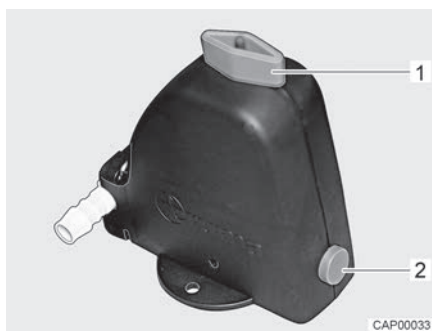
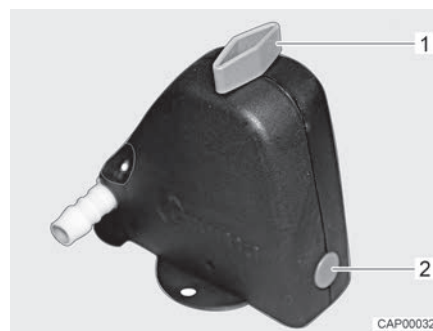

Bild 139 Säkerhets-/avtappningsventil öppen
Bild 140 Säkerhets-/avtappningsventil stängd
- Stäng säkerhets-/avtappningsventilen. Ställ vredet (Bild 139,1) diagonalt mot säkerhets-/avtappningsventilen och tryck in tryckknappen (Bild 139,2). Den stängda säkerhets-/avtappningsventilen visas i Bild 140. Vid temperaturer lägre än 6 °C kan säkerhets-/avtappningsventilen inte stängas.